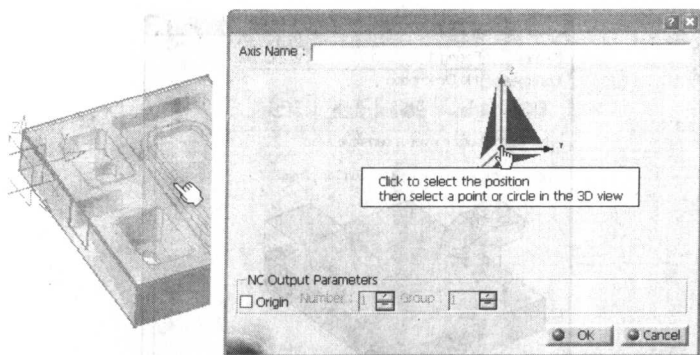
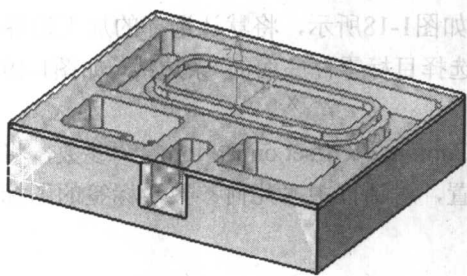

图 1-12
图 1-13
(7) 在特征树中双击 **Start.1**，返回到加工模块中。再次打开Part Operation对话框，单击“加工坐标系”按钮 ，在对话框中的坐标原点上单击，接着选择所建立的直线中点作为加工坐标系的原点，如图1-12所示。单击 **OK** 按钮，建立坐标系，如图1-13所示。